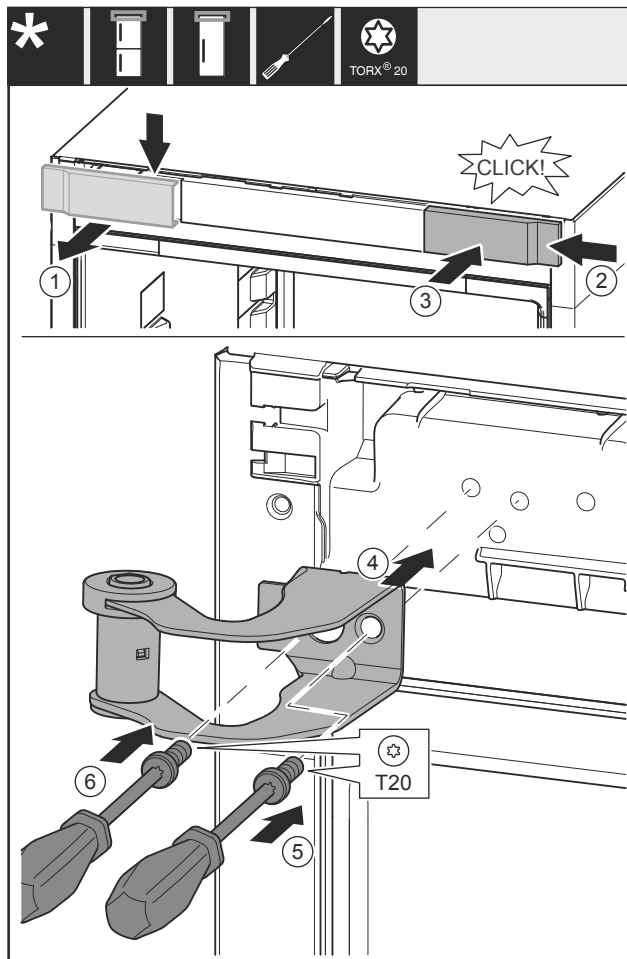

Fig. 15
- ▶ Odeberte kryt Fig. 15 (1) shora dopředu.
- ▶ Kryt Fig. 15 (2) otočený o 180° zavěste na druhé straně zprava.
- ▶ Zaklapněte kryt Fig. 15 (3).
- ▶ Nasadte horní stojan ložiska Fig. 15 (4).
- ▶ Utáhněte šroub Fig. 15 (5).
- ▶ Utáhněte šroub Fig. 15 (6).